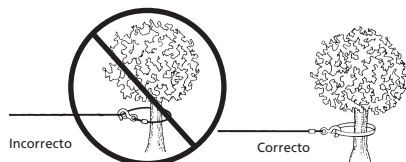

Figura 3
9. NUNCA ENGANCHE EL CABLE DE ALAMBRE SOBRE SÍ MISMO. Podría dañar el cable de alambre. Usar una eslinga de nilón (Figura 3).